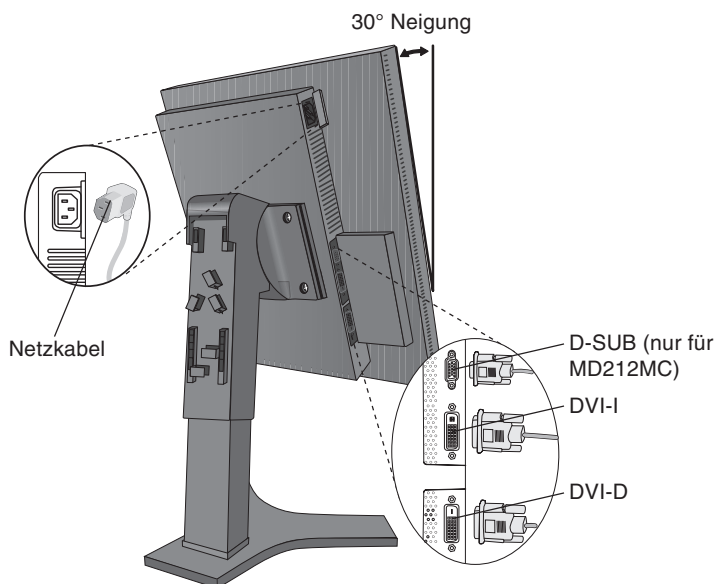

Abbildung C.1
4. Fassen Sie den LCD-Bildschirm auf beiden Seiten an, neigen Sie ihn in einem Winkel von 30 Grad und heben Sie ihn in die höchste Position (**Abbildung C.1**).
5. Verbinden Sie alle Kabel mit den entsprechenden Anschlüssen (**Abbildung C.1**).